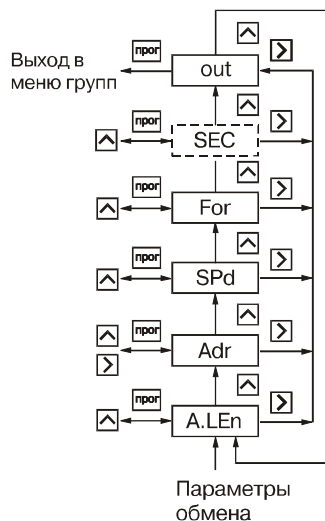

Рис. 27
6.1.10. Группа "Group\_E" (рис. 27) предназначена для задания адреса прибора в сети **Adr**, его разрядности **A.LEn**, скорости обмена **SPd** и формата посылки **For** при наличии в приборе интерфейса связи RS-485.